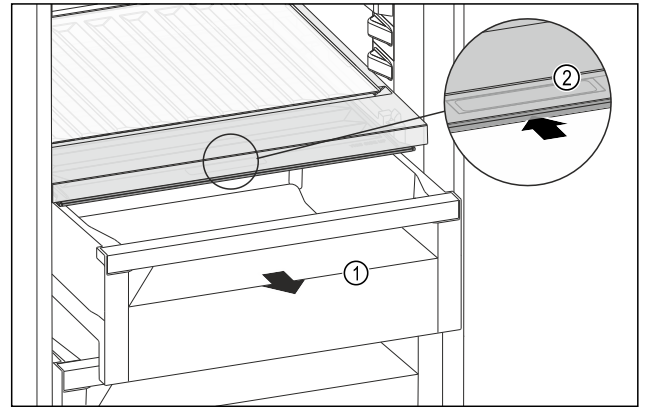

Fig. 159
- ▶ Retirer le tiroir Fig. 159 (1).
- ▶ Saisir la poignée encastrée Fig. 159 (2) du couvercle du compartiment et pousser le couvercle du compartiment vers l'arrière.